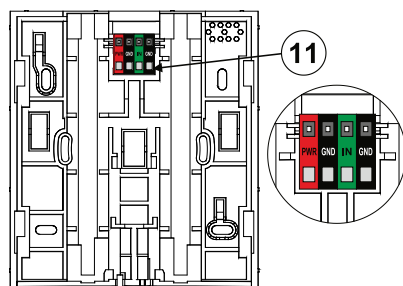

Fig. 3 : Description de l'arrière du produit
- Utilisez 4 vis pour visser la partie arrière du clavier à un mur plat. Pour raccorder la Source d'alimentation externe ou le détecteur d'ouverture de porte, utilisez les bornes situées dans la partie arrière du clavier, voir Fig. 3. Pour une description du raccordement, reportez-vous aux sections Source d'alimentation alternative et Raccordement du détecteur d'ouverture de porte.